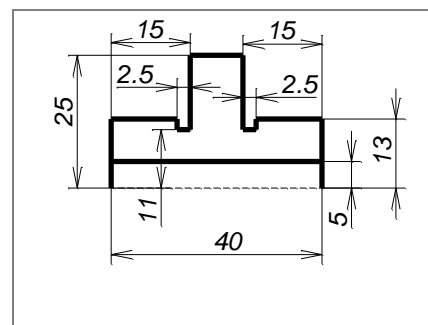

Рисунок 37 – Изображение для подготовительного этапа 2.4.1
2.5.1 Подготовительный этап: постройте изображение по заданным размерам (рисунок 37). Уберите выступание линий построения при помощи опции  в команде .